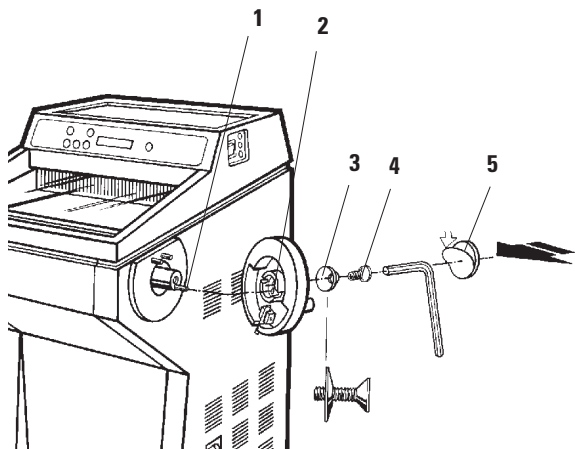

Ilustración 5
- Insertar la espiga (1) del eje de la manivela en el orificio (2) de la manivela.
- Montar la arandela de resorte (3) sobre el tornillo (4) como lo demuestra **ilustración 5**.
- Apretar el tornillo (4) con una llave Allen de 5 mm.
- Aplicar la tapa de protección (5) (autoadhesiva).